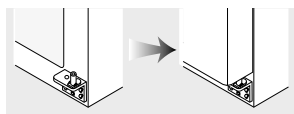

Figura 14
- Encaje el agujero inferior de la puerta del conservador en la clavija de la bisagra inferior. (Figura 14)